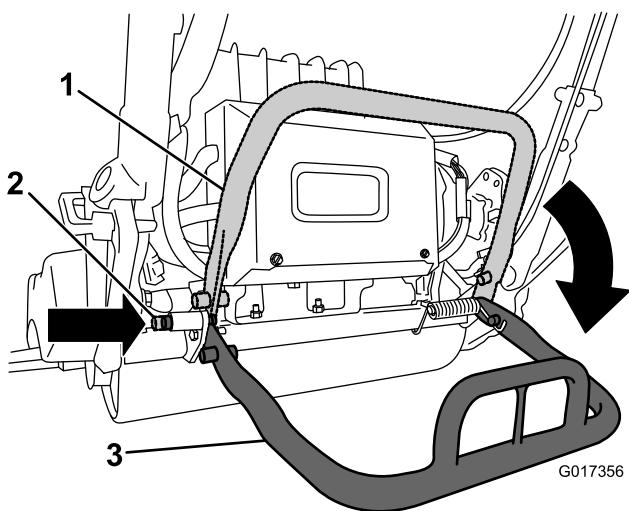

Figura 29
- Per utilizzare il cavalletto durante la rimozione del cilindro, abbassate e premete il perno di bloccaggio per fissare il cavalletto in posizione di servizio (Figura 29).